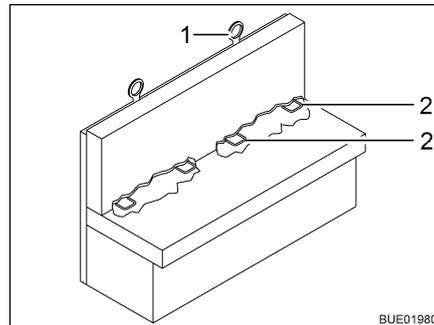

Fig. 19 Blocco di sicurezza per bambini Isofix
Se il veicolo è dotato del blocco di sicurezza per bambini Isofix, i sedili del veicolo idonei per il suo montaggio sono identificati con un simbolo Isofix. Questi sedili del veicolo dispongono di staffe di supporto (Fig. 19,2) e di un punto di ancoraggio in alto sullo schienale del sedile (Top Tether) (Fig. 19,1). Utilizzare seggiolini per bambini idonei per Isofix. I seggiolini per bambini sono provvisti di braccetti di ritenuta da far scattare nelle staffe di supporto del sedile del veicolo.
- Se possibile, fissare il seggiolino per bambini anche al Top Tether (Fig. 19,1).